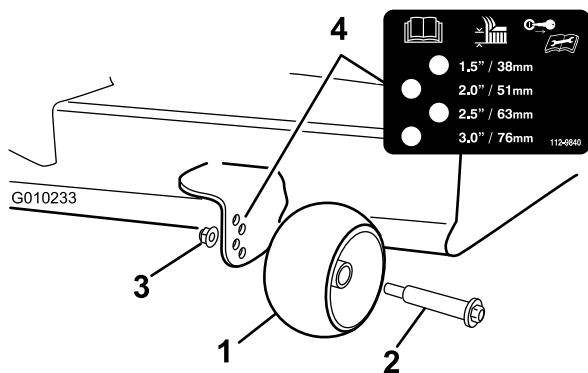

Figura 19
3. Ajuste los rodillos protectores del césped (Figura 19) a la posición de altura de corte más próxima.